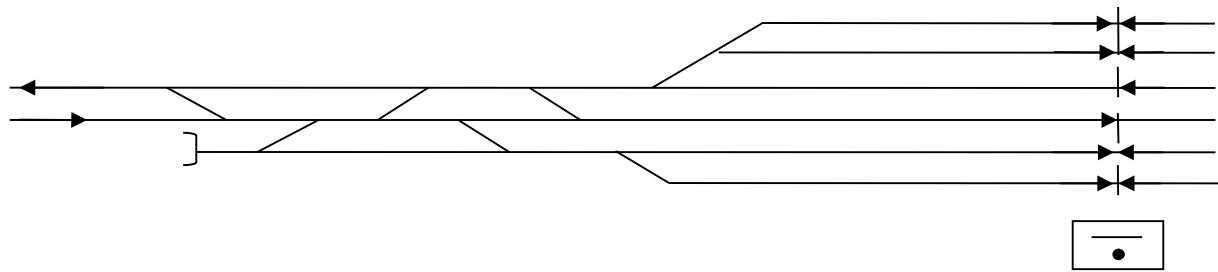

Рисунок 3
3. На схематическом плане нечетной горловины станции (рис. 3) пронумеруйте пути и стрелки, произведите расстановку изолирующих стыков, входных, выходных и маневровых светофоров. Составьте таблицу вариантовых поездных маршрутов.